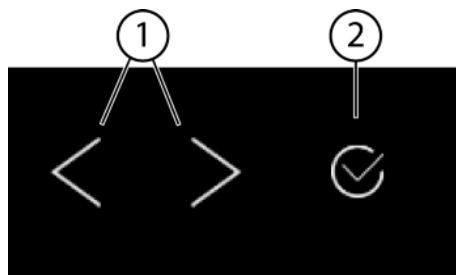
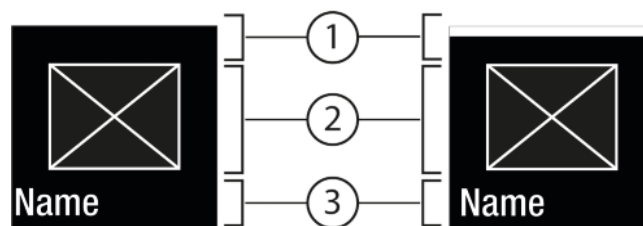
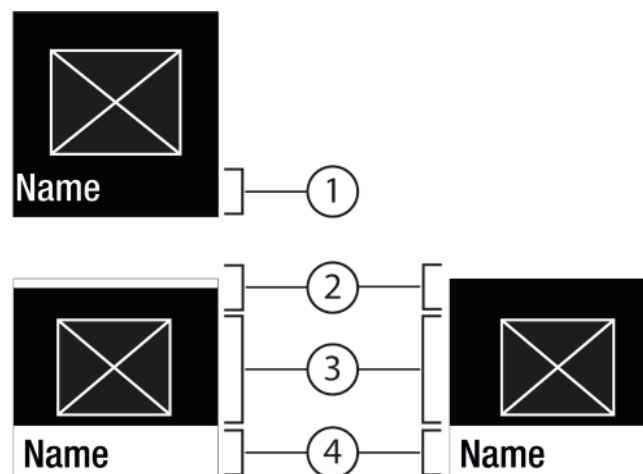

Fig. 5
Fig. 6
Fig. 7
(1) Freccia di navigazione sinistra / destra
(2) Conferma
Freccia di navigazione sinistra / destra Fig. 5 (1):
Conferma Fig. 5 (2):
- Navigare con la freccia di navigazione sinistra / destra Fig. 5 (1).
- Con Conferma Fig. 5 (2) attivare / disattivare la funzione Fig. 6 (1) / impostazione Fig. 6 (1).
- Con Conferma Fig. 5 (2) richiamare il sottomenu Fig. 7 (4).
- Impostare un valore nuovo: Con Conferma Fig. 5 (2) selezionare un valore disattivato Fig. 6 (1).
- Ritorno al menu: Con Conferma Fig. 5 (2) selezionare un valore già attivato Fig. 6 (2).
- ▶ Premere le frecce di navigazione *Fig. 5 (1)* fino a visualizzare la .
- ▶ Premere Conferma *Fig. 5 (2)*.
- ▶ Premere le frecce di navigazione *Fig. 5 (1)* fino a visualizzare la funzione.
- ▶ Selezionare il valore di impostazione con le frecce di navigazione *Fig. 5 (1)*.
- ▷ Stato: attivato *Fig. 6 (1)* è visualizzato brevemente nel sottomenu *Fig. 7 (4)*.
- ▶ Premere le frecce di navigazione *Fig. 5 (1)* fino a visualizzare Impostazioni .
- ▶ Premere le frecce di navigazione *Fig. 5 (1)* fino a visualizzare l'impostazione desiderata.
- ▶ Premere Conferma *Fig. 5 (2)* per 3 secondi.